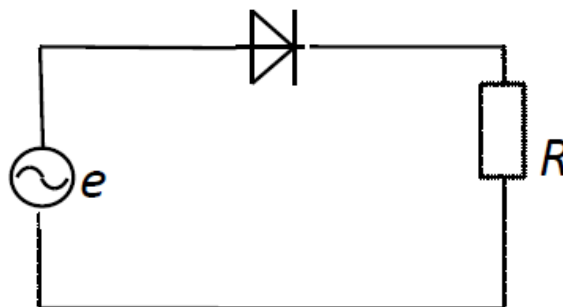

Рис.1
1. В схеме рис.1 $e = 16\sin(\omega t)$; $R=0,014 \text{ кОм}$;